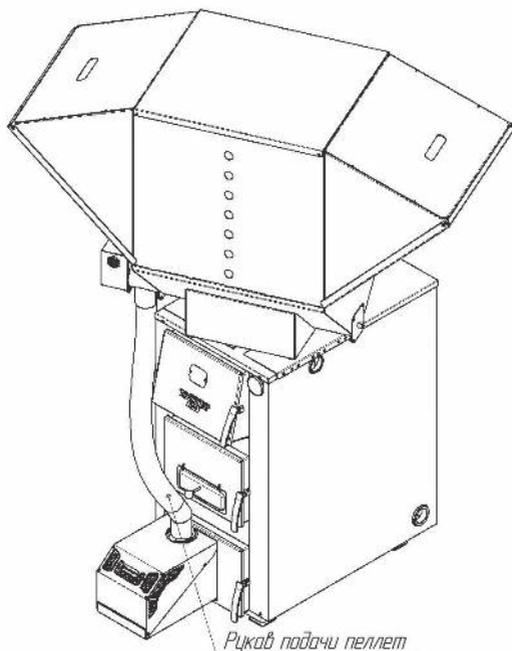

Рисунок 18
6. Наденьте на выходной патрубок привода шнека рукав подачи пеллет в горелочное устройство (Рис. 18).